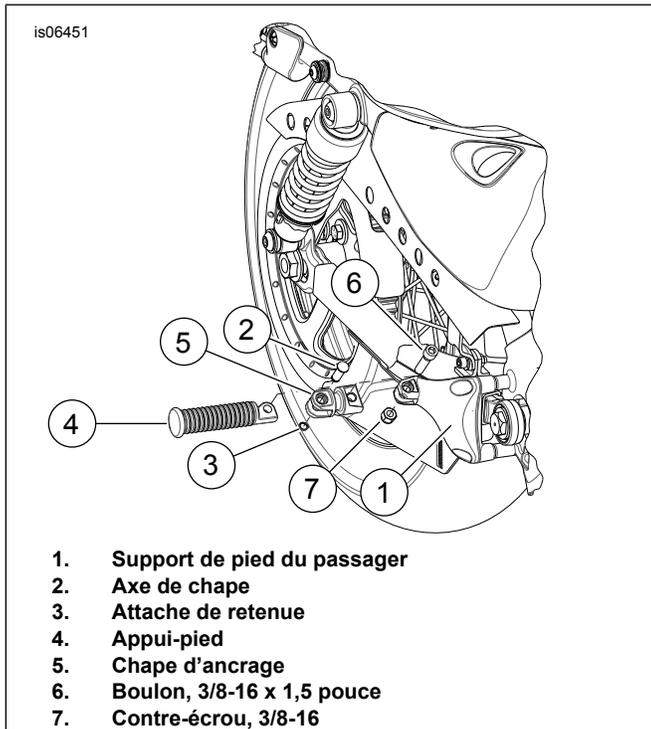

Figure 1. Installation de la chape d'ancrage
4. Voir Figure 1. Poser la chape d'ancrage (5) sur chaque support de pied passager (1) en utilisant la visserie du kit de sacs (6 et 7). Serrer l'écrou à un couple de 13,6–21,7 N·m (10–16 ft·lbs).
5. Poser l'appui-pied passager (4) sur la chape d'ancrage (5) conformément aux instructions du kit de support de pied passager en utilisant les goupilles (2) et les attaches de retenue (3).